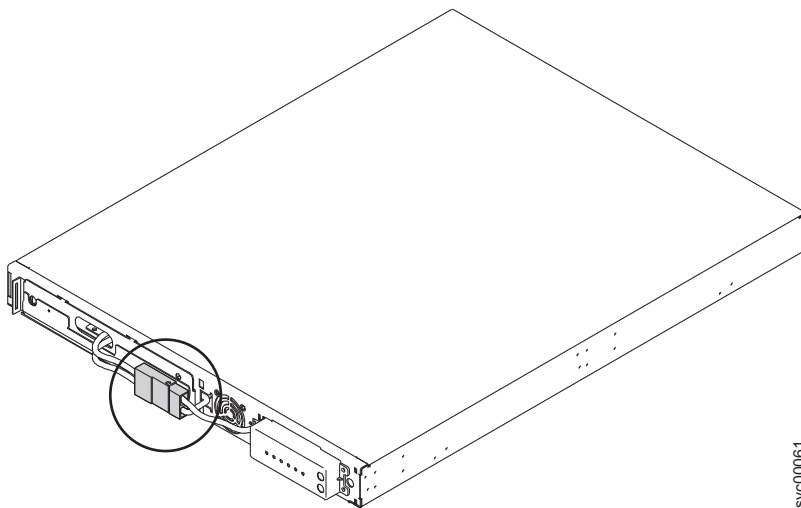

図 15. 2145 UPS-1Uの内部バッテリー・コネクタ
- 内部バッテリー・コネクタ (図 15 に示す) を接続します。ガイド・キー付きのコネクタのそれぞれの端部には 2 本のワイヤーがあります。1 本は赤 (+) でもう 1 本は黒 (-) です。赤いワイヤー同士と黒いワイヤー同士が接続されるように位置を合わせてください。